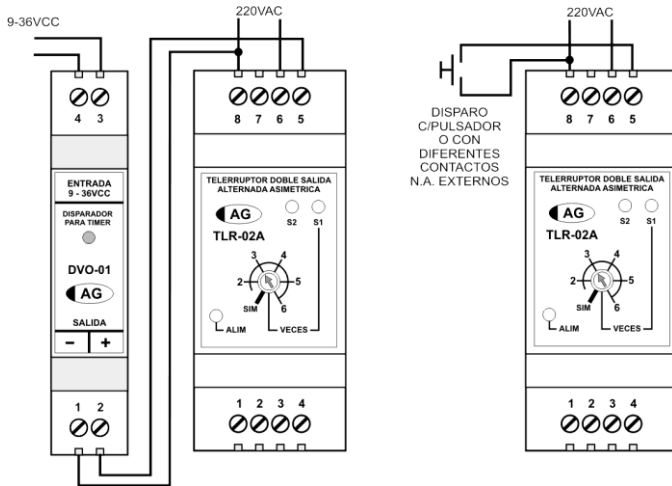

Figura 1 Disparos remotos, electrónico y con contactos N.A.
- PULSADOR REMOTO:** El módulo se puede disparar conectando a los terminales 5 - 8 pulsadores o contactos N.A. externos (en paralelo) provenientes de cualquier dispositivo de control. La cantidad de contactos en paralelo es ilimitada, lo que permite el disparo desde diferentes puntos (figura 1).
- DISPARO ELECTRÓNICO:** El disparo por medios electrónicos tales como optoacopladores o el módulo DVO-01 (Nota 1 en pag.4) de la línea de productos **AG**, permiten desvincular eléctricamente la fuente de disparo del telerruptor. Con esto se tiene una doble aislación galvánica entre los contactos de salida y la fuente de disparo (corriente **I**). Se debe tener en cuenta la polaridad de la salida en este tipo de disparos (figura 1).